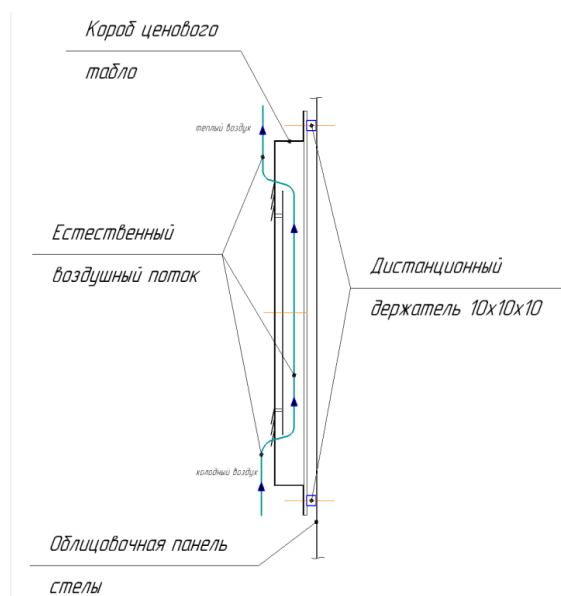

Рис.1
2.4. По вентиляции применить дополнительные требования: При отсутствии вентиляционных окошек на тыльной стороне металлического короба предусмотреть воздушные зазоры, размер которых выбрать из расчета общей площади вентиляционных отверстий 200см2, где 100см2 это приточная вентиляция и 100 см2 – вытяжная вентиляция. (см. рис.1). Расстояние обеспечивается при помощи дистанционных держателей размером 10x10x10. При наличии вентиляционных окошек требования по воздушным зазорам не актуально.